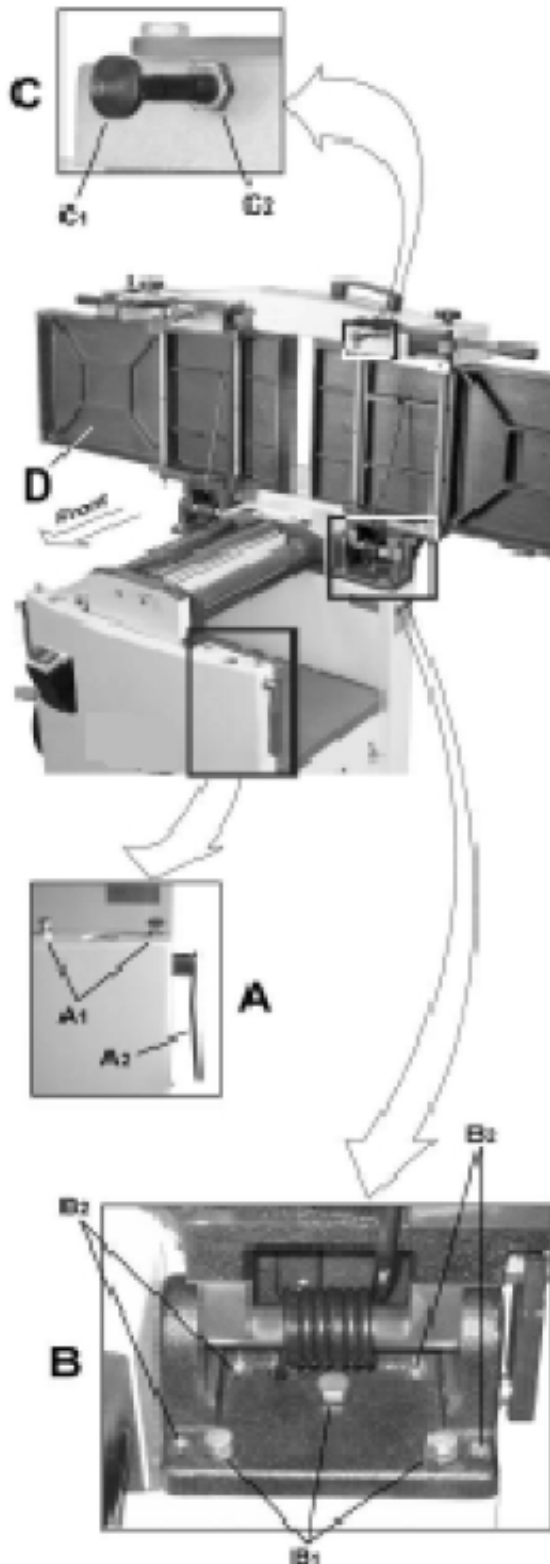

Abb. 13: Einstellung des hinteren und vorderen Bereichs
Schritt 3: Heben Sie den Tisch (D, Abb.13) völlig nach oben. Die Einstellung wird durchgeführt mit Hilfe von vier Stellschrauben (B2), die die Steigung und Neigung des Tisches hinten (in Richtung des Anschlags) einstellen. Durch zwei Sechskantkopfschrauben (A1) wird der Tisch Richtung Front eingestellt.
Schritt 3: Ziehen Sie die Sechskantkopfschrauben (B1, Abb.13) fest, wenn die Einstellung komplett ist.
Zum Erzielen der besten Leistung sollten die Verriegelungsgriffe des Abrichthebels (A2, Abb. 13) ungefähr ganz unten sein, wenn Sie in der verriegelten Position sind. Falls eine Anpassung erforderlich ist:
Schritt 2: Entriegeln Sie den Verriegelungsgriff (A2, Abb. 13) und heben Sie den Tisch in die aufrechte Position.
Schritt 3: Lösen Sie die Sicherungsmutter (C2, Abb. 13) mit einem 18-mm-Schlüssel.
Schritt 4: Stellen Sie die Tischverriegelungswelle (C1, Abb. 13) in Schritten von 1/4 Umdrehungen oder weniger ein:
Schritt 5: Ziehen Sie die Sicherungsmutter (C2, Abb. 13) fest.